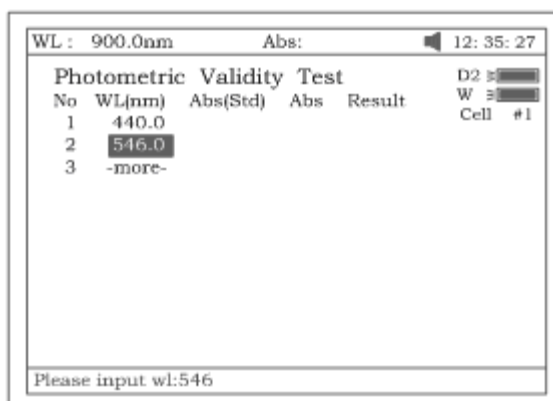

Рисунок 90
1. Нажмите на клавишу **[УСТАНОВИТЬ]**, чтобы установить длину волны. При нажатии на клавишу **[ВВОД]** у вас появляется возможность редактирования. Введите значение длины волны с цифровой клавиатуры (рис.90). Для завершения ввода и выхода из формы нажмите **[ОТМЕНА]**.